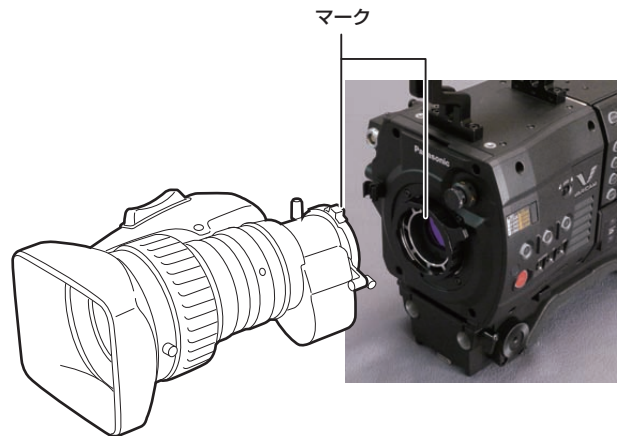

図 2
- 2 レンズマウント上部中央の凹部にレンズのセンターマークを合わせ、レンズを取り付ける。(図 2)